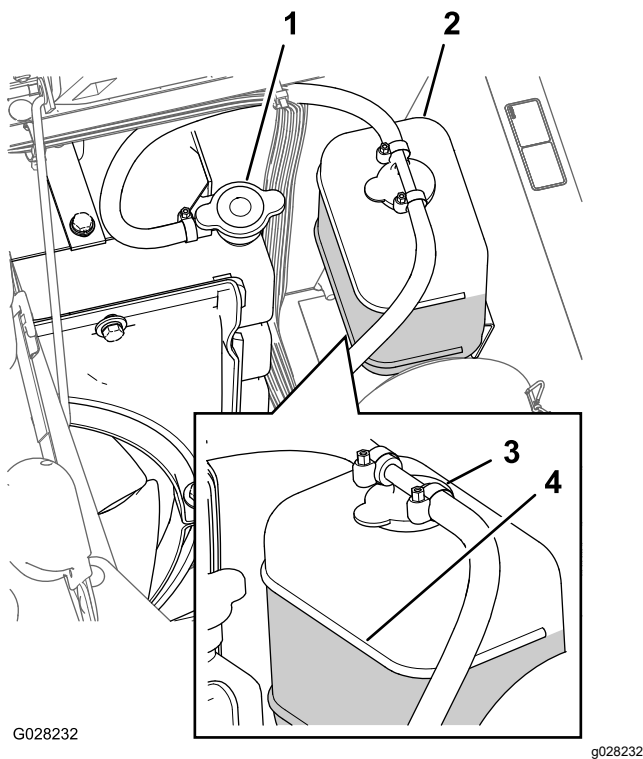

Рисунок 94
3. Осторожно снимите крышку радиатора и крышку расширительного бачка (Рисунок 94).
**Примечание:** Радиатор должен быть заполнен до верха заливной горловины, а расширительный бачок должен быть заполнен до отметки «Полный» на бачке (Рисунок 94).
5. Если уровень охлаждающей жидкости низкий, снимите крышку расширительного бачка и крышку радиатора, долейте жидкость в расширительный бачок до отметки «Полный» и в радиатор до верха заливной горловины (Рисунок 94).
6. Установите крышку радиатора и крышку расширительного бачка (Рисунок 94).
2. Подождите, когда двигатель остынет, затем снимите крышку радиатора (Рисунок 94).
6. Снимите крышку радиатора (Рисунок 94).
8. Запустите двигатель с незатянутой крышкой на радиаторе (Рисунок 94).
10. После прогрева охлаждающей жидкости доведите уровень охлаждающей жидкости до уплотнительной поверхности и затяните крышку (Рисунок 94).
11. Откройте крышку расширительного бачка и заполните бачок охлаждающей жидкостью до уровня Cold (Холодный) (Рисунок 94).